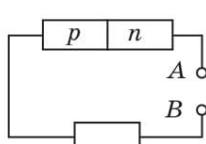

Рис. 1
2. На рис. 1 наведено схему прямого ввімкнення напівпровідника з *p-n*-перехідом у коло постійного струму. Якою є полярність підключення джерела струму до клейм *A* і *B*?